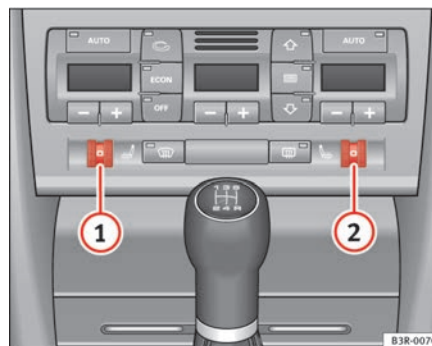

Abb. 136 Ausschnitt aus der Instrumententafel: Rändelräder der Sitzheizung
Drehen Sie am Rändelrad ① bzw. ② ⇒ Abb. 136, um die Sitzheizung auf Fahrer- bzw. auf Beifahrerseite einzuschalten und zu regulieren.